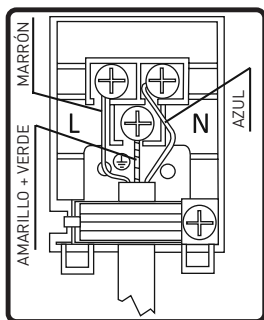

Imagen 2
- El cable de puesta a tierra debe estar conectado a través del enchufe que lleva la marca de conexión a tierra. La conexión del cable de alimentación debe coincidir con la imagen 2. Si el entorno de instalación no presenta ninguna puesta a tierra ni cumple con las normas, llame inmediatamente al centro de servicio técnico.